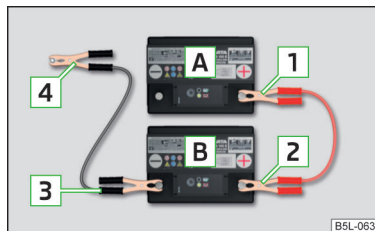

Fig. 179
- Conecte el borne  al polo positivo de la batería descargada  » fig. 179.